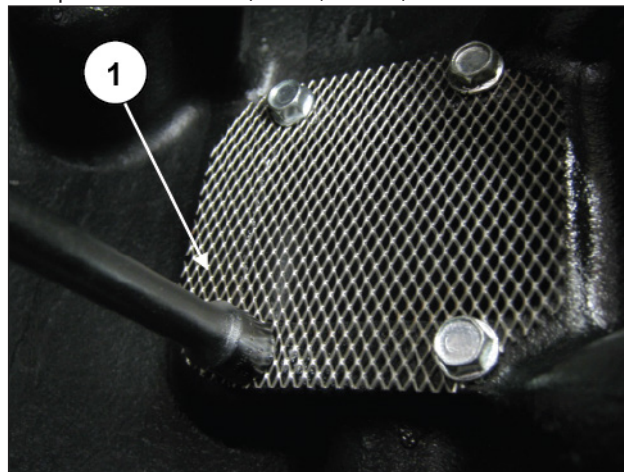

Рис. 68
Закрепите сетку масляного фильтра на заднем картере четырьмя винтами М6 (поз. ①, Рис. 68).